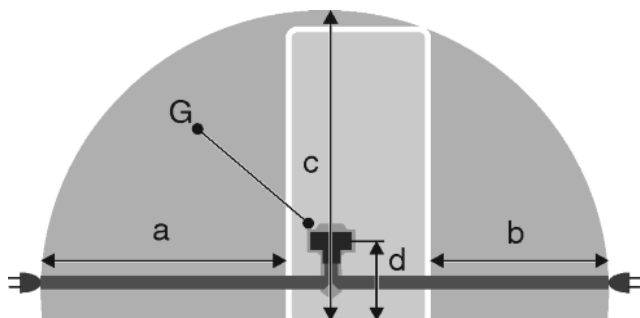

Fig. 48
- Розетка находится вне зоны задней стенки в данной зоне. *Fig. 48 (a, b, c)*
- ▶ Штекер устройства *Fig. 48 (G)* подсоединить с задней стороны устройства. Следить за правильной фиксацией.